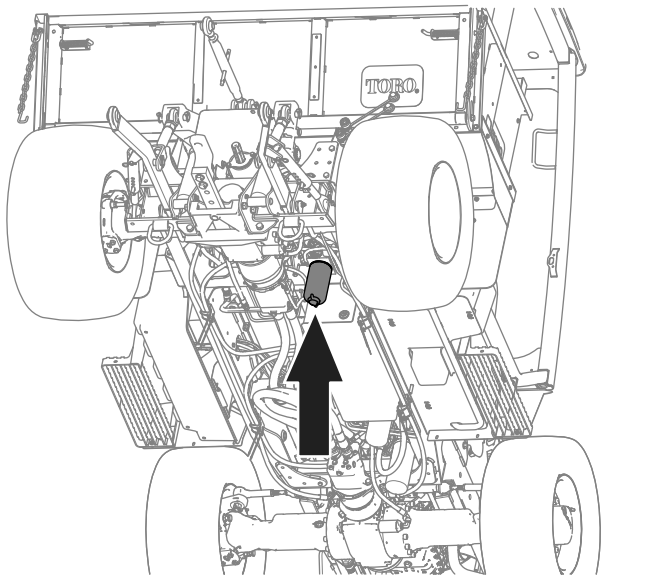

Figura 85
1. Realice el mantenimiento del separador de agua (Figura 85) como se muestra en la Figura 86.